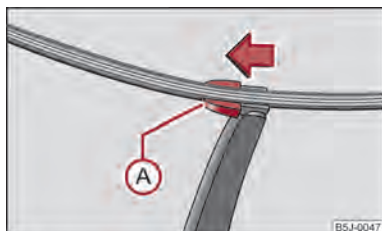

Fig. 34 Lamela ștergătorului de lunetă
- Ridicați brațul ștergătorului de pe lunetă și poziționați lamela astfel încât să formeze un unghi drept cu brațul ștergătorului ⇒ fig. 34.
- Cu cealaltă mână deblocați siguranța (A) în sensul săgeții și scoateți lamela.